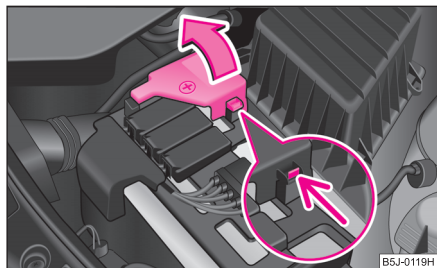

Fig. 161 Bateria: Rabatarea capacului
- Desfaceți elementele de fixare de pe partea polului plus al bateriei ⇒ fig. 161.